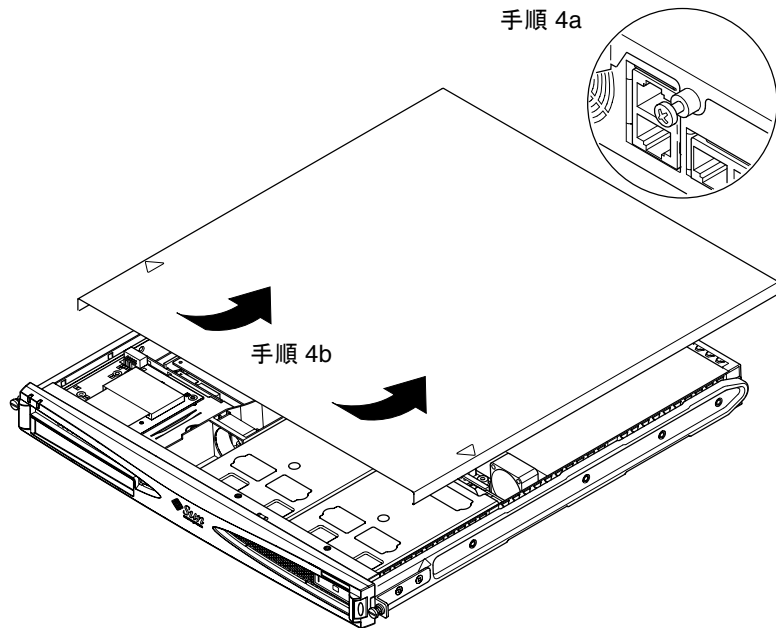

図 4-3 上面カバーの取り外し
4. 本体の上面カバーを取り外します (図 4-3 を参照)。
- a. 本体背面の中央にある脱落防止機構付きねじを緩めます (図 4-3 を参照)。
- b. 上面カバーを背面方向にスライドさせ、持ち上げて取り外します (図 4-3 を参照)。